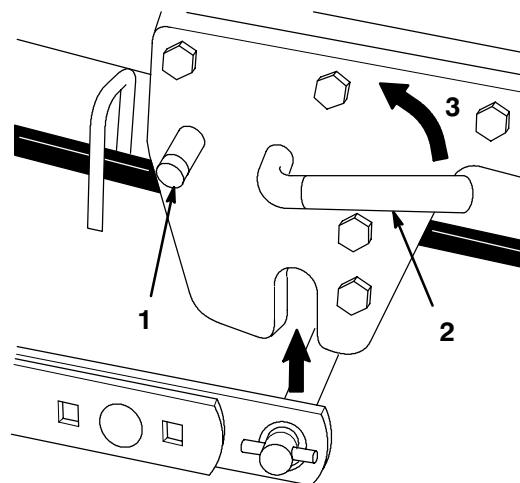

Abbildung 8
- 9. Den Hebel der Attach-A-Matic™-Vorrichtung im Gegenuhrzeigersinn drehen, um das Mähwerk am Traktor zu verriegeln (Abb. 8).